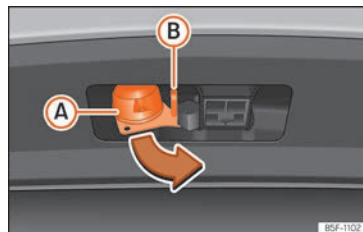

Fig. 274 Girar el conector de 13 polos
- Agarre el conector de 13 polos por la zona **A** y extráigalo en el sentido de la flecha **>>> fig. 274**.
- Agarre el conector de 13 polos por la zona **A** e introdúzcalo en el sentido contrario al de la flecha **>>> fig. 274**.
El ojal de seguridad **B** **>>> fig. 274** sirve para enganchar el cable de retención del remolque. **>>>**